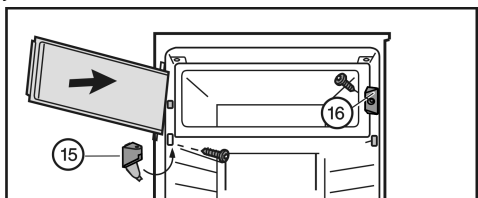

Fig. 8
- ▶ Montirajte zatvarač Fig. 8 (16).
- ▶ Montirajte podložak ležaja Fig. 8 (15) i zatvorite poklopac.